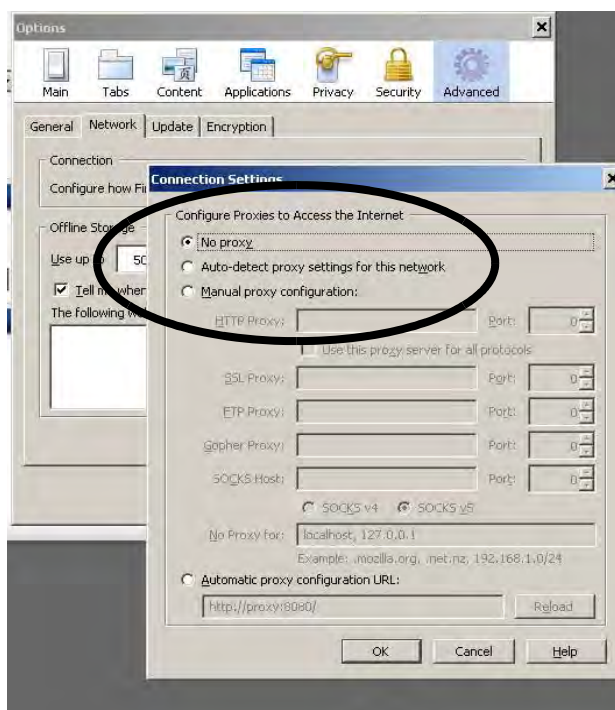

FIG. 38. Stäng av Proxy-inställning (endast Firefox)
2. *Gäller endast Firefox:* För att använda ett ProMix 2KS/3KS-nätverk med Firefox, måste du stänga av Proxy-inställningen på webbläsaren. I din Firefox-webbläsare går du till Verktyg>Alternativ>Avancerat>Nätverksflik>Anslutning. Klicka på "Ingen proxy". Se FIG. 38.